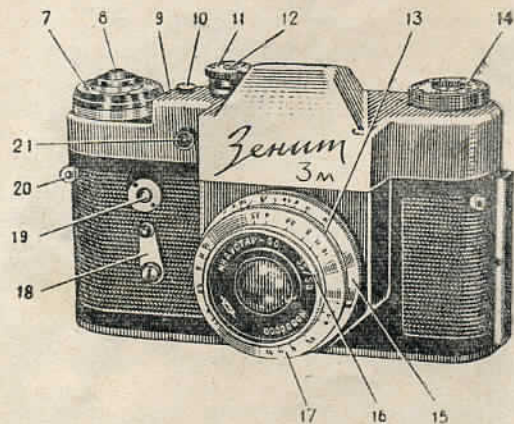

Рис. 2.
Для подачи к кадровому окну незасвеченной части фото пленки взведите три раза затвор, нажимая каждый раз после взвода на спусковую кнопку 8 (рис. 2). При взводе затвора наблюдайте, вращается ли головка обратной перемотки 22.
2. Установите величину выдержки на диске 11 (рис. 2).
3. Наведите на резкость, наблюдая в окуляр 5 (рис. 1) и одновременно вращая оправу объектива 13 (рис. 2) до получения на матовой плоскости линзы 3 (рис. 1) наиболее четкого (резкого) изображения объекта съемки.